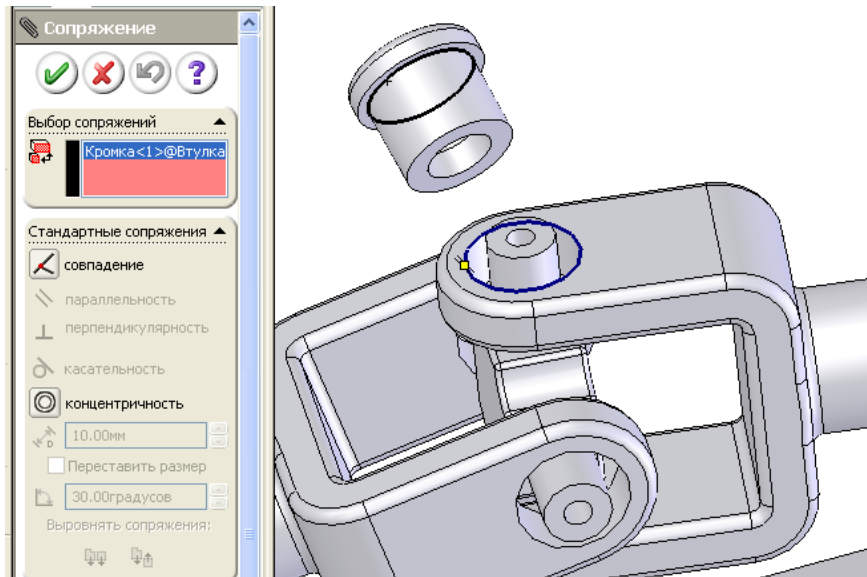

Рис. 8. Сопряжение деталей с использованием совпадений кромок
4. Вставить в сборку следующий компонент – деталь «**Втулка**» (4 шт.) и создать требуемые сопряжения, выбирая кромки на детали «**Втулка**» и на детали «**Вилка**» как показано на рис. 8.